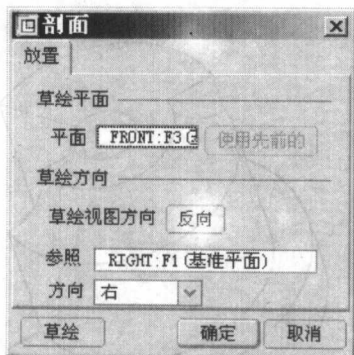
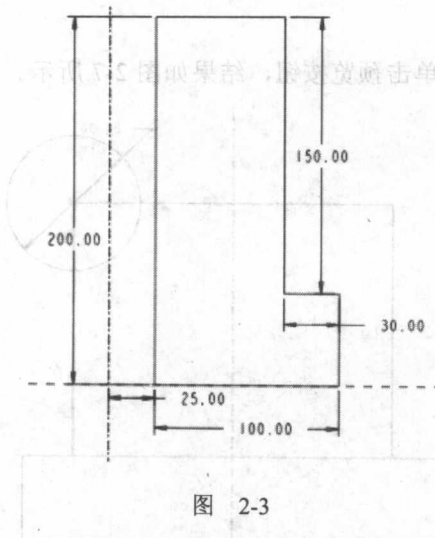

图 2-2
图 2-3
- (1) 单击旋转工具按钮 ，在旋转特征操控板中单击草绘截面按钮 ，系统显示“剖面”对话框。
- (2) 选择 FRONT 基准面为草绘平面，RIGHT 基准面为参照平面，接受系统默认的视图方向，如图 2-2 所示。
- (3) 单击“剖面”对话框中的“草绘”按钮，系统进入草绘工作环境。
- (4) 绘制如图 2-3 所示的一条中心线和特征截面，然后单击草绘命令工具栏中的  按钮。